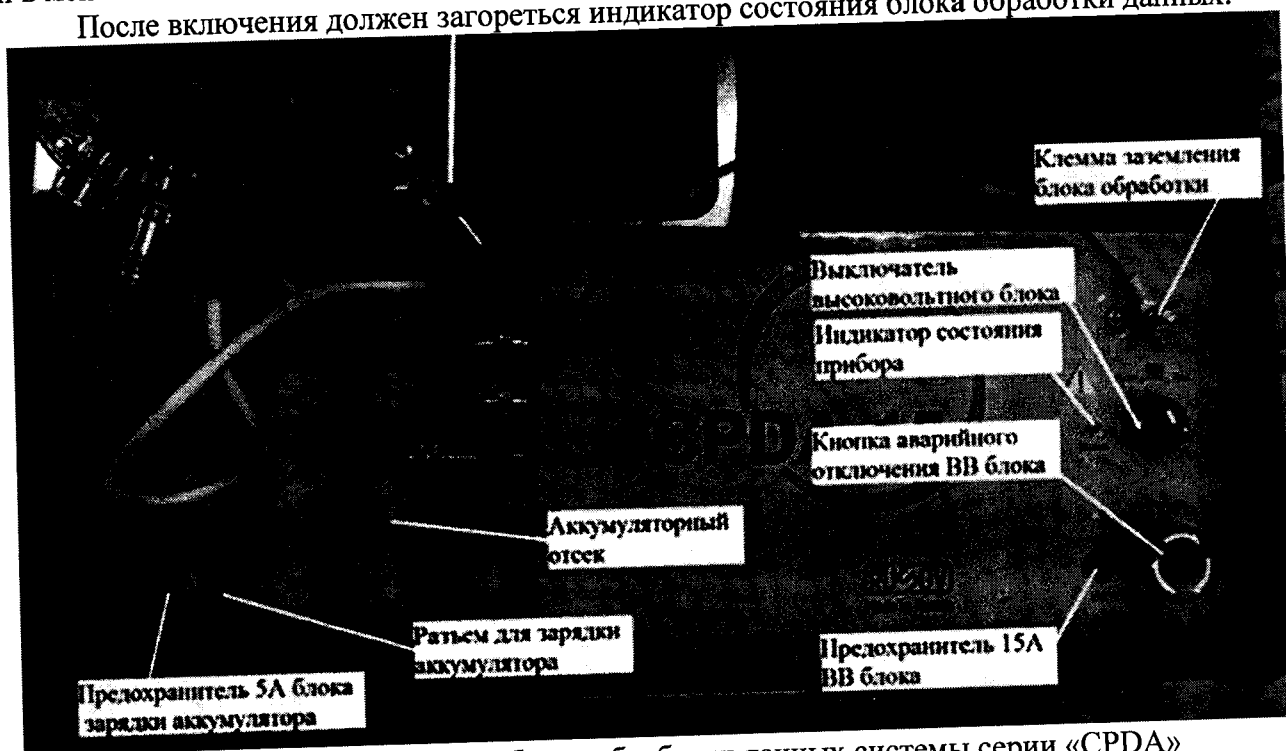

Рисунок 3 – Внешний вид блока обработки данных системы серии «CPDA»
7.4.1 Соединить клеммы заземления высоковольтного блока и блока обработки данных с помощью кабеля заземления, входящего в комплект системы (см. Рисунок 3, ПРИЛОЖЕНИЕ А, рисунок А1, А2).